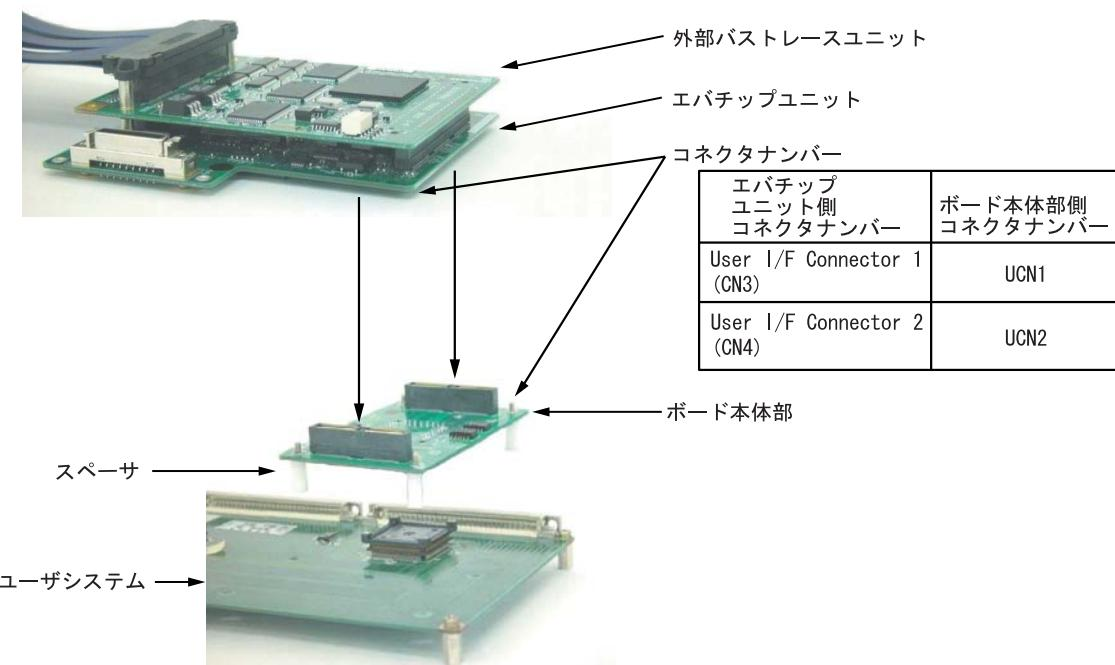

図3 エバチップユニットへの接続
- (1) ユーザシステムおよびエミュレータの電源が切れていることを確認してください。
- (2) ボード本体部とエバチップユニットのコネクタをコネクタナンバーに合わせて接続します(図3参照)。
- (3) ボード本体部に付属しているスペーサをユーザシステムの状態に合わせて、高さを調整してください。